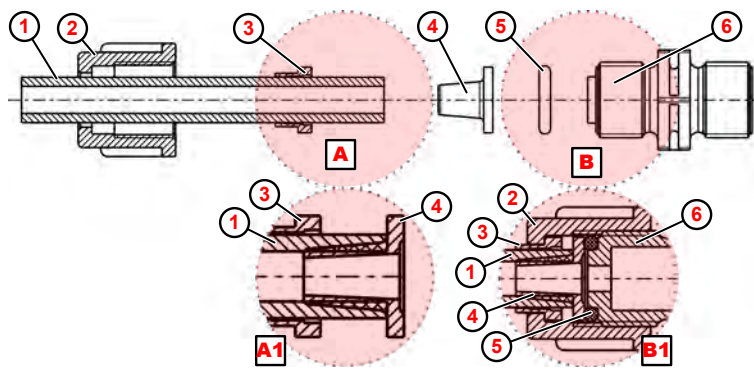

Fig. 8: Collegamento tubo rigido/tubo flessibile con la parte conica
1. ➤ Tagliare il tubo flessibile ( Fig. 8 , ① ) diritto.
2. ➤ Fare scorrere il dado per raccordi ② nel tubo flessibile ① .
3. ➤ Fare scorrere il componente di serraggio ③ nel tubo flessibile ① .
4. ➤ Fare scorrere il tubo flessibile ① fino al collare di arresto sulla parte conica ④ (dettaglio Ⓐ1 ).
5. ➤ Far scorrere il componente di serraggio ③ verso la parte conica ④ fino a sentire una certa resistenza.
6. ➤ Inserire l'O-Ring ⑤ nel dado della valvola di aspirazione/di mandata ⑥ .
7. ➤ Serrare il il dado per raccordi ② (dettaglio Ⓑ1 ).